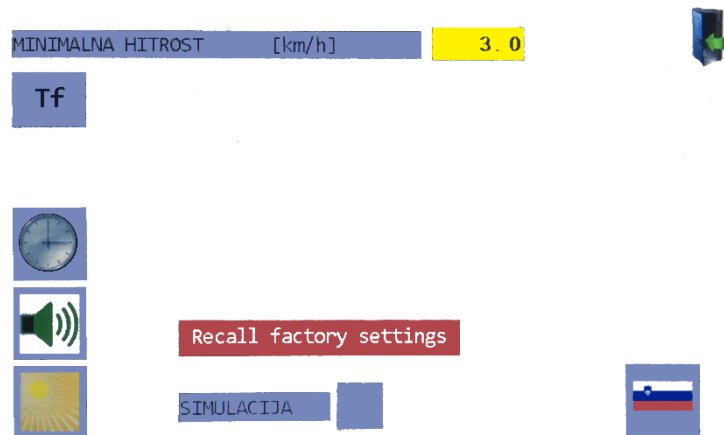

Bild 32
5.8.2. Minimale Geschwindigkeit (MG)
- Zur Einstellung der MG des gelben Felds (Bild 32) drücken und den gewünschten MG-Wert eingeben.